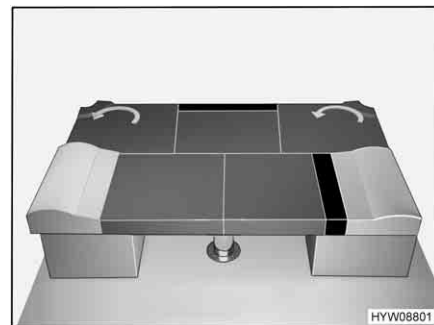

Fig. 68 Dopo la trasformazione
- Sistemare i cuscini del divano e dello schienale come illustrato nella Fig. 68.